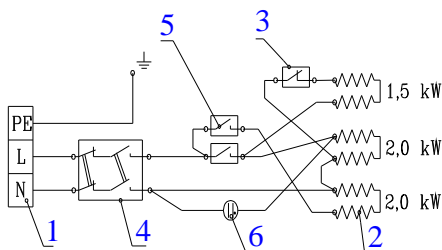

Rys. 1 Budowa ogrzewacza
- zaznaczyć punkty mocowania ogrzewacza /pkt.8 i 12 rys.1/ oraz punkt wprowadzenia przewodu elektrycznego /pkt.4 rys.1/;
- sprawdzić, czy styki wyłącznika termicznego /pkt.7 rys.1/ są załączone; jeżeli styki są otwarte, nacisnąć izolowanym narzędziem we wskazanym na rys.1 miejscu, aby zamknąć styki;
Powodem zmniejszenia przepływu może też być zanieczyszczone sitko (poz.18 rys.1) będące częścią zaworu zwrotnego. używając igły lub cienkiego szydełka należy wyjąć korpus zaworu zwrotnego z sitkiem. Przy usytuowaniu ogrzewacza rurkami do dołu przy wyjmowaniu korpusu zaworu wyleci tłoczek. Elementy zaworu należy przeczyszczyć usuwając zanieczyszczenia i osady. Elementy zaworu założyć w sposób pokazany na rys.10 tzn. na korpus nałożyć tłoczek i całość wsunąć do rurki dolotowej.